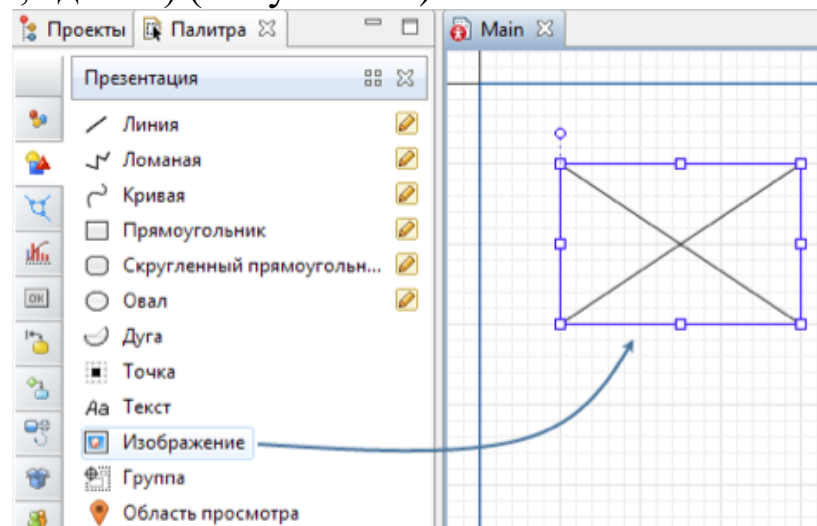

Рисунок 7.2 – Добавление рисунка-плана моделируемого пространства
1. Добавление рисунка-плана моделируемого пространства (помещения, здания) (Рисунок 7.2).